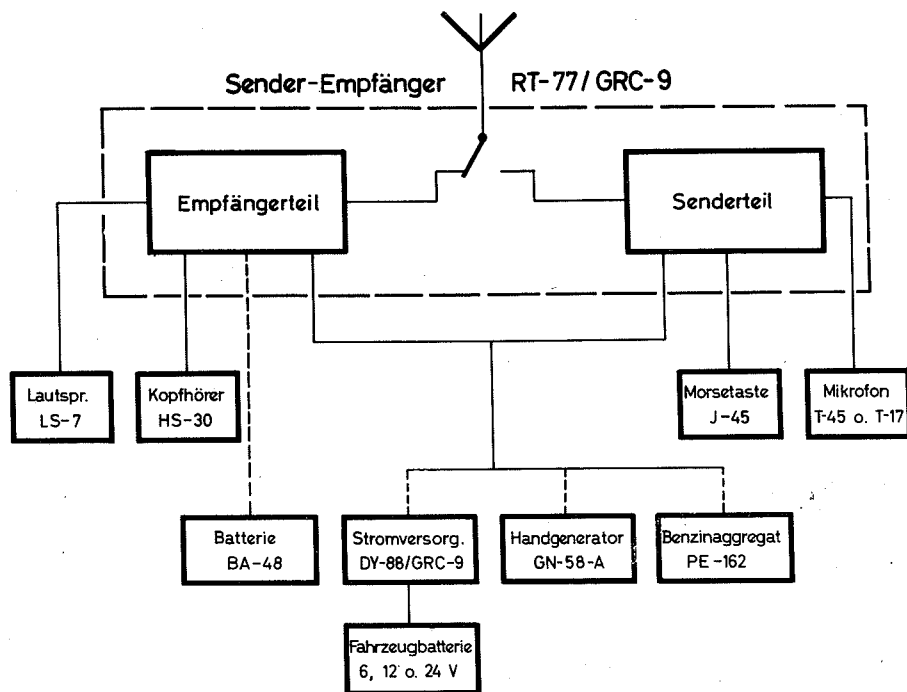

Bild 3 Vereinfachtes Blockschaltbild des Funkgerätesatzes GRC-9
b) Aus dem Blockschaltbild, das in Bild 3 dargestellt ist, geht hervor, daß Sender und Empfänger dieselbe Antenne haben. Ein im Sendergehäuse befindliches Relais schaltet bei Betätigen der Sendetaste die Antenne vom Empfänger auf den Sender, d. h. die Antenne bleibt mit dem Empfänger verbunden, wenn die Taste nicht gedrückt ist.